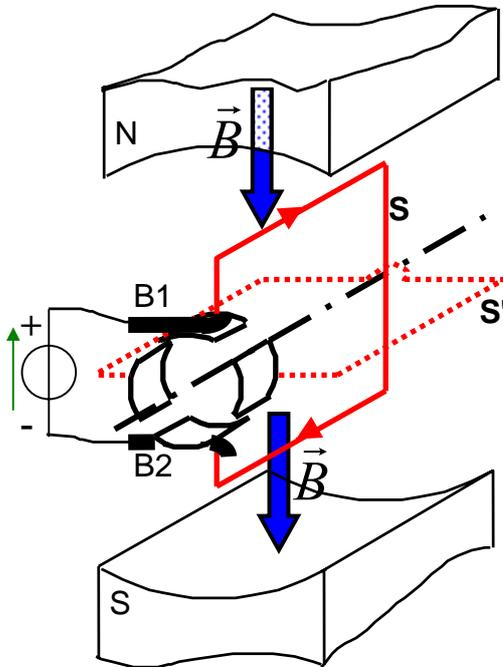
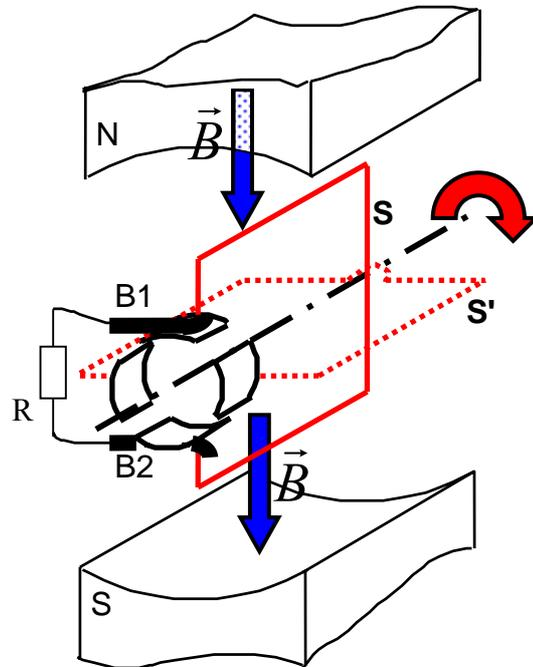

Figure 1
Figure 2
a) On relie le balai B1 à la borne + d'un générateur, et le balai B2 à la borne -. Il circule donc un courant I de B1 vers B2 dans les conducteurs de l'induit. (figure 1)
La partie tournante étant libre en rotation, indiquer sur la figure 1 ci-dessous le sens de déplacement de la spire « S », ainsi que le sens des f.e.m. engendrés dans les conducteurs qui constituent cette spire?
b) On relie maintenant les balais B1 et B2 aux bornes d'une résistance, et on impose par un moyen mécanique extérieur une rotation de la partie tournante dans le sens indiqué sur la figure 2.
Indiquer sur cette figure 2 le sens du courant, et le sens des forces sur ces conducteurs qui constituent la spire « S ».
| moteur (fig 1) | génératrice (fig 2) |